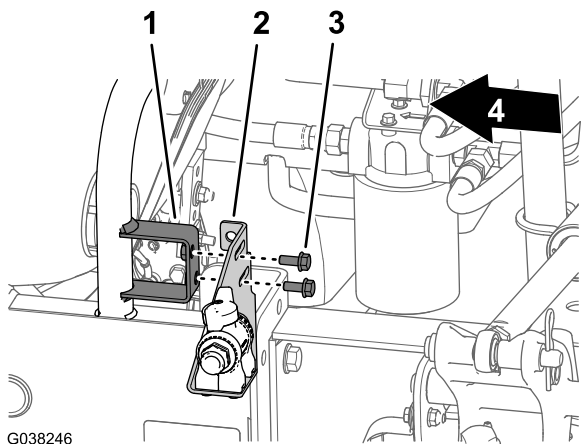

図 60
1. 攪拌バルブブラケットについているスロットを、スロットルバルブブラケットの穴にあわせる 図 60。
2. 攪拌バルブブラケットをスロットルバルブブラケットのマウントに固定する 図 60 フランジヘッドボルト5/16 x ¾ インチ2本を使用する。